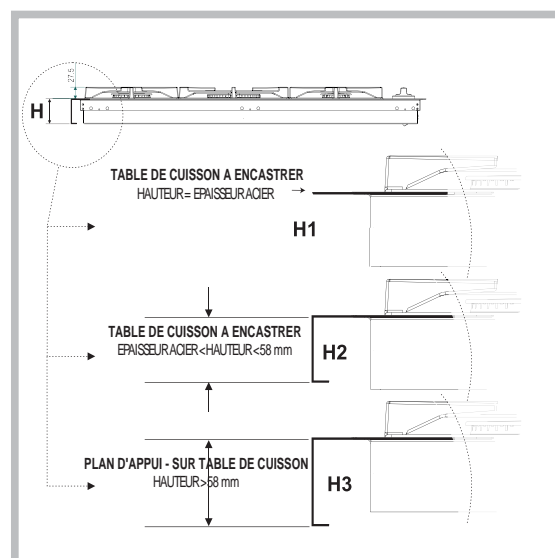
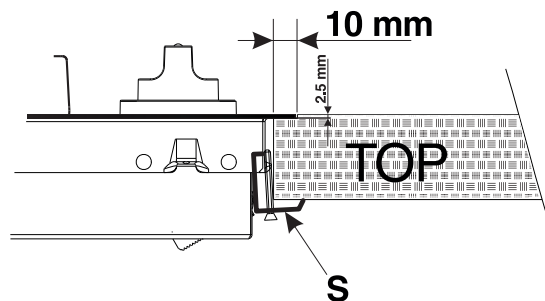
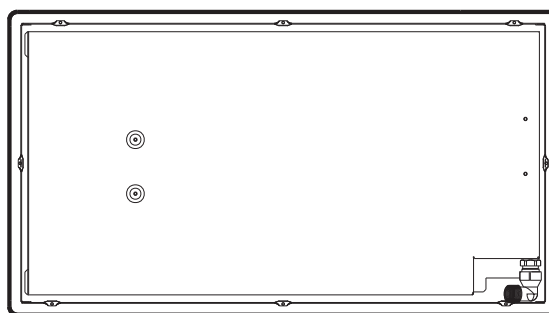
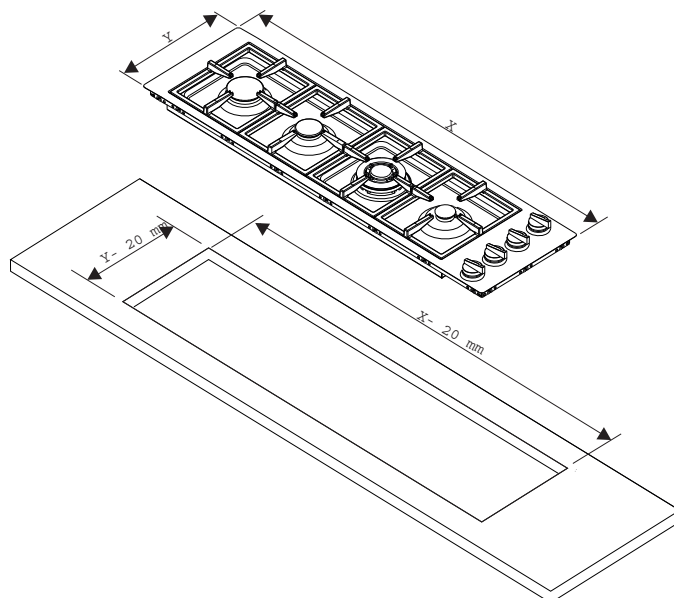

Fig.2
Fig.3a
Fig.3b
Fig. 3c
- 1- Tables à encastrer (Classe 3) pour type d'installation au ras du plan (voir figure 2 détail H1); dans ce cas il faut prévoir une découpe du plan ayant des dimensions correspondant à l'encombrement hors tout de la table, moins 2 cm de chaque côté, pour garantir 1cm d'appui de la table sur le plan de travail; pour pouvoir enfin encastrer la table au ras du plan, il faut abaisser la zone tout autour de la découpe (voir figure 3a) pour pouvoir y loger tant le bord de la table que le joint placé sous ce bord. Avant de procéder à la fixation de la table sur le plan de travail, positionnez le joint G(fourni) sur tout le pourtour de la table comme illustré figure 3b. Pour fixer les tables au meuble, servez-vous des équerres fournies comme illustré (voir détail S figure 3a).
- 2- Tables de cuisson à encastrer (Classe 3) dont le bord a moins de 58mm de haut (voir figure 2 détail H2)(voir figure 3c); en cas d'installation sur un plan de travail, il faut prévoir une découpe suffisamment grande pour pouvoir y loger la boîte inférieure de la table de cuisson, veillez à laisser entre cette dernière et le plan en bois au moins 1 cm de vide sur tout le pourtour (le dessous de la boîte peut toucher). Pour la fixation des appareils, voir instructions fournies au point 1 ou consulter la notice d'instructions supplémentaire en cas d'applications spéciales.
3- Tables de cuisson à poser (Classe 1) dont le bord a plus de 58mm de haut (voir figure 2 détail H3); dans ce cas, la boîte inférieure de la table ne dépasse pas du bord de cette dernière même en cas de pose sur un plan de travail, il suffit dans ce cas de prévoir les trous pour le passage du tuyau d'alimentation du gaz et du cordon électrique.